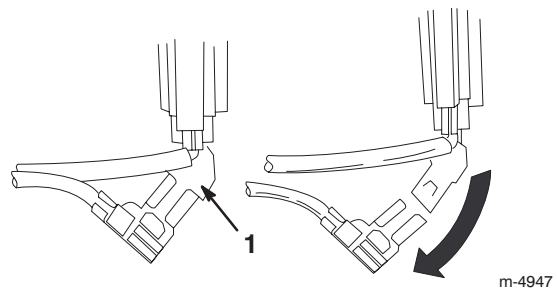

Figure 19
6. Débranchez le clip du fil de terre vert sous le starter (Fig. 19).